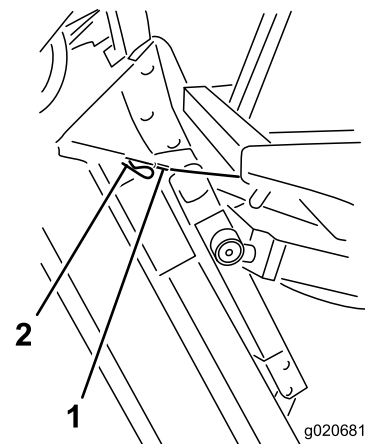

Figura 99
6. Mantenha a unidade na vertical, coloque a extremidade do cabo sobre o pino no braço de elevação da unidade de corte e fixe com o pino de segurança (Figura 99).